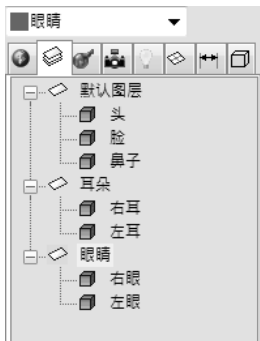

图 2-118 利用图层进行分类
5) 利用以上方法，将“右眼”和“左眼”两个对象置入一个新图层，如图 2-118 所示。